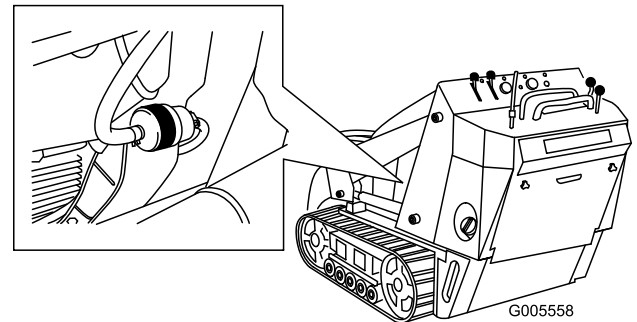

Figura 42
4. Bloquee los tubos de combustible en ambos lados del filtro de combustible (Figura 42).
5. Apriete los extremos de las abrazaderas y deslícelas por el tubo alejándolas del filtro (Figura 42).